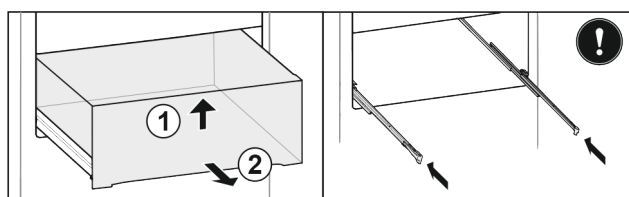

Fig. 27*
- ▶ Schubfach vorne anheben Fig. 27 (1).*
- ▶ Nach vorne entnehmen Fig. 27 (2).*